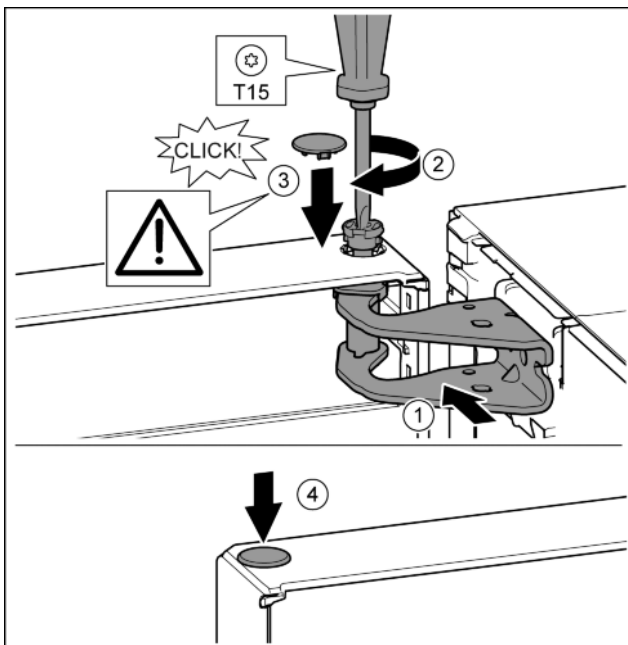

Fig. 17
- ▶ Deur boven uitlijnen op de opening in de lagerbus. Fig. 17 (1)
- ▶ Bouten aanbrengen en met schroevendraaier T15 vastschroeven. Fig. 17 (2)
- ▶ Veiligheidsafdekking voor de veiligheid van de deur monteren: Veiligheidsafdekking aanbrengen en controleren of deze op de deur rust. Anders bout volledig aanbrengen. Fig. 17 (3)
- ▶ Stop aanbrengen. Fig. 17 (4)